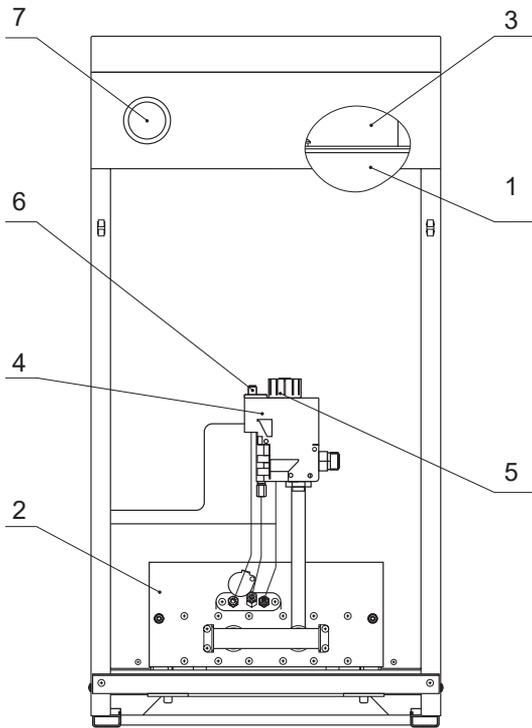

Рис. 2. Особенности котла с газовым блоком TGV 307
4.2 Котел представляет собой сборную конструкцию, закрытую декоративными тонколистовыми панелями с теплоизоляцией, внутри которой располагаются (см. рис. 2, 3):
- дымосборник с датчиком тяги (3);
- корпус котла, состоящий из топки и теплообменника (1);
- газгорелочное устройство с газовым блоком (ГГУ) (2).